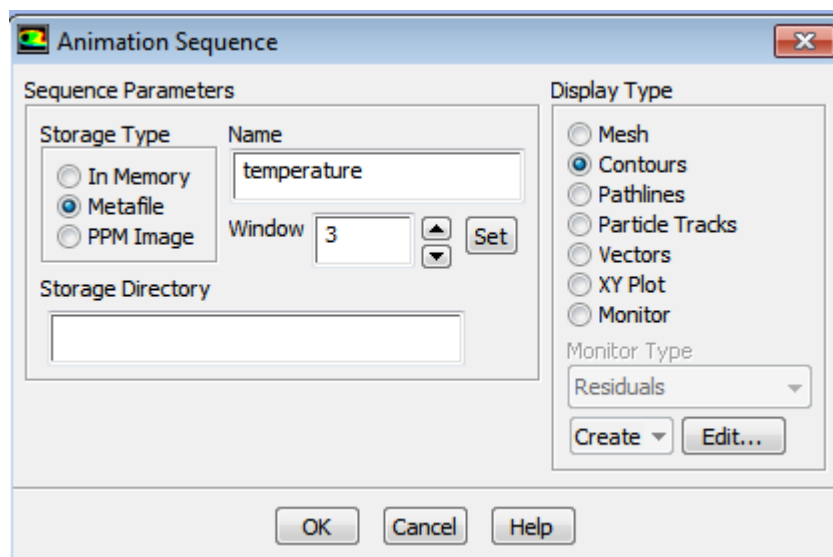

Рисунок 39 – Меню параметров анимации
- в опции вида отображения расчетных данных *Display Type* следует выбрать *Contours* (рисунок 39). После этого следует нажать для последующей настройки клавишу *Edit*.